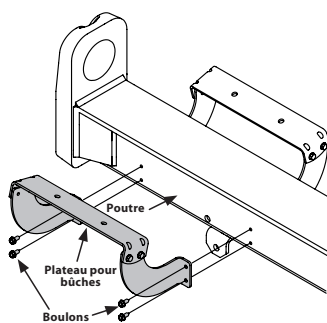

Figure 8
18. Remplacez le plateau pour bûches sur le côté de la poutre où se trouve la soupape de contrôle en prenant soin d'aligner les trous du plateau avec ceux de la poutre et utilisez la quincaillerie enlevée à l'étape 15. Voir Figure 8.